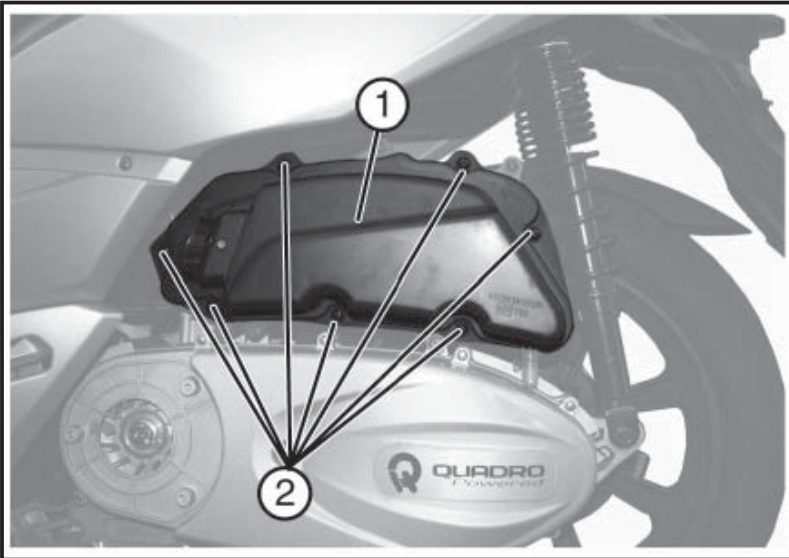

Fig. 01
- Dévisser le vis «2 - Fig. 01».